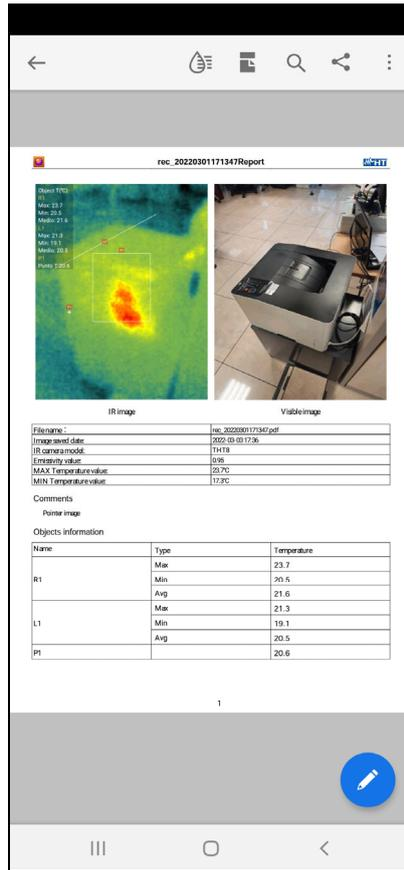

Fig. 13: Visualização de relatório PDF
5. O relatório PDF é criado e guardado automaticamente na pasta "DCIM/Report_pdf" do dispositivo móvel ligado, como mostrado na Fig. 13.